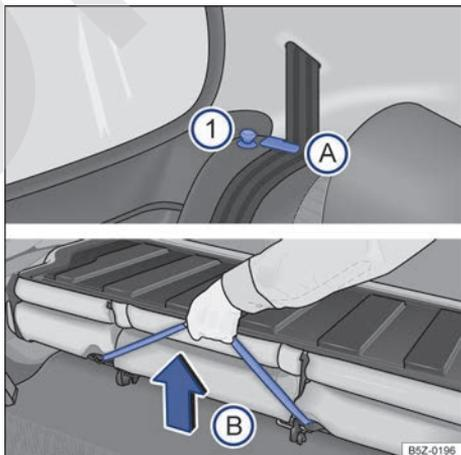

Fig. 70 Asiento trasero: pasadores de desbloqueo ①; posicionador para las bandas de los cinturones ①; manija para desbloqueo del conjunto del piso ②.
- Encaje las bandas de los cinturones de seguridad en sus respectivos posicionadores → fig. 70 (A).
- Levante el pasador → fig. 70 (1) de desbloqueo de ambos lados hacia arriba, mientras que abate el respaldo del asiento trasero hacia adelante.
- Tire de la manija → fig. 70 (B) para desbloquear el conjunto del piso y, al mismo tiempo, levántelo **con cuidado** hacia los asientos traseros.
- Sujete el asiento trasero de la manija → fig. 70 (B) y, suéltelo desde una altura de 15 cm.
- Retire las bandas de los cinturones de seguridad de los posicionadores → fig. 70 (A). Para los vehículos con cinturones de tres puntos fijos, vuelva a colocar las lengüetas en los cierres correspondientes.